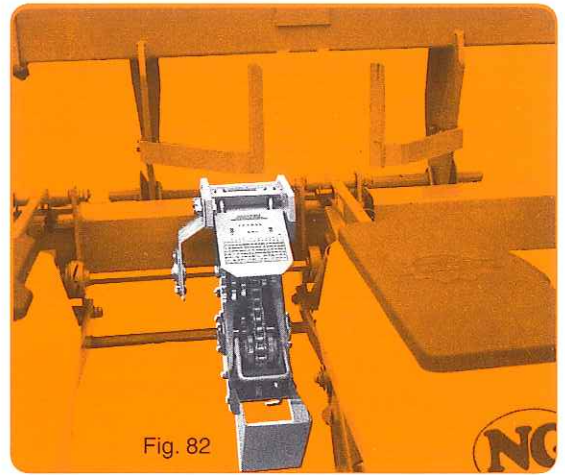

Fig. 82
- Montage déporté (fig. 82) pour semoir à nombre de rangs impair. La boîte se place à gauche et au plus près de l'élément central : pour cela supprimer 1 des paliers (4) support axe hexagonal.
- Montaje desviado (fig. 82) para sembradora con número de hileras impar y distancia entre hileras inferior a 45 cm. La caja se coloca a la izquierda y lo más cerca del elemento central ; para ello suprimir 1 de los cojinetes (4) soporte eje hexagonal.
- Offset assembly (fig. 82) for planters with an odd number of rows and inter-row spacing under 45 cm (18"). The gearbox is then mounted on the left and as close as possible to the central metering unit. To do so, remove one of the bearings (4) which support the hexagonal shaft.